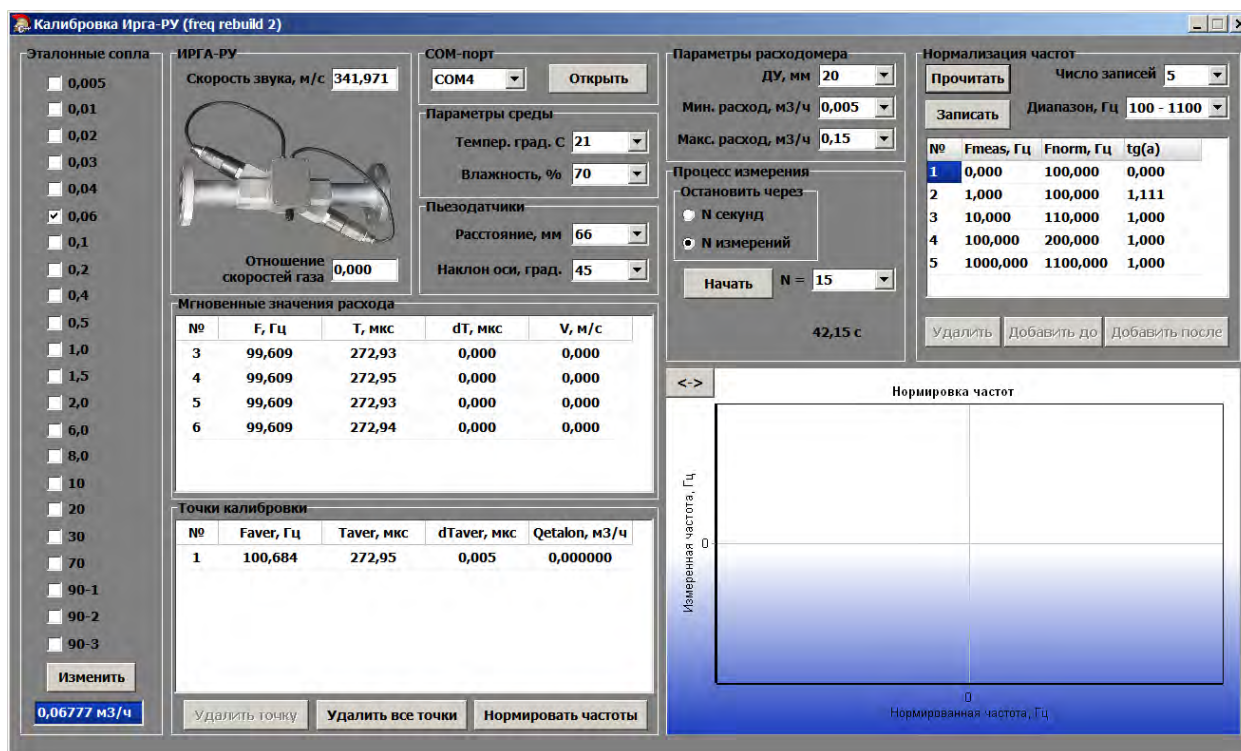

Рисунок 5 — Общий вид ПО «Калибровка Ирга-РУ»
3.2.7 Для диагностики отношения скорости газа по акустическому каналу к средней скорости газа в ультразвуковом преобразователе расхода и скорости распространения ультразвуковых импульсов при помощи программатора из комплекта поставки подключить ПК к разъёму «Программатор» Ирга-100 РУ и запустить от имени Администратора (для операционных систем семейства Windows) или с правами root (для операционных систем на базе ядра Linux) ПО «Калибровка Ирга-РУ» (см. рисунок 5).